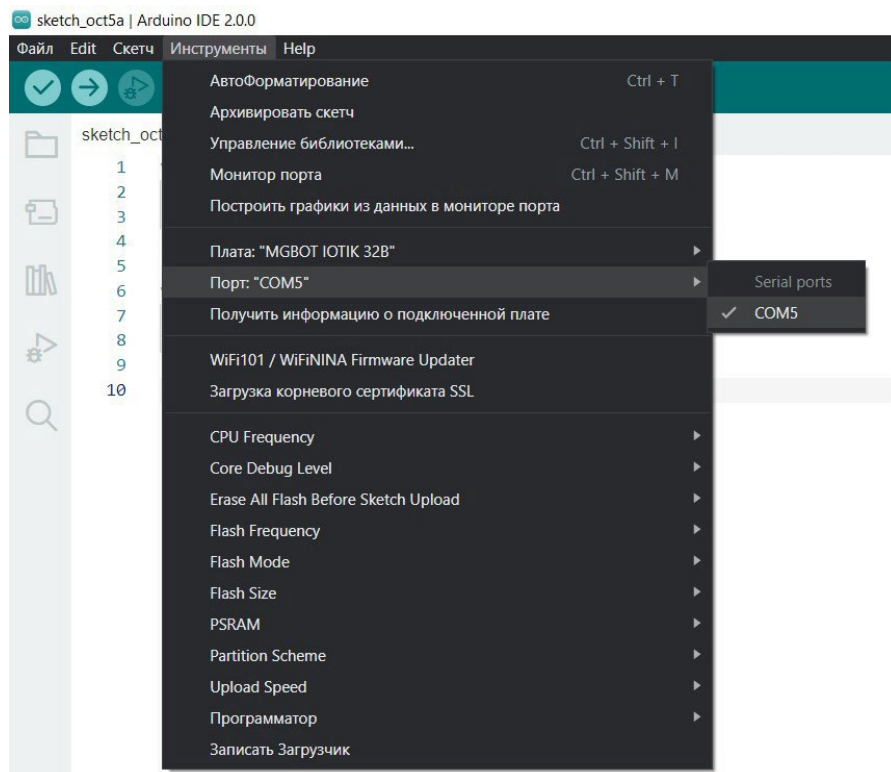

Рисунок 11. Выбор виртуального последовательного (COM) порта
5. Подключите плату ЙоТик к компьютеру с помощью кабеля USB-A ↔ USB-B. В системе определится виртуальный COM-порт. В меню Инструменты → Порт выберите появившийся порт (например, COM5, рис. 11).